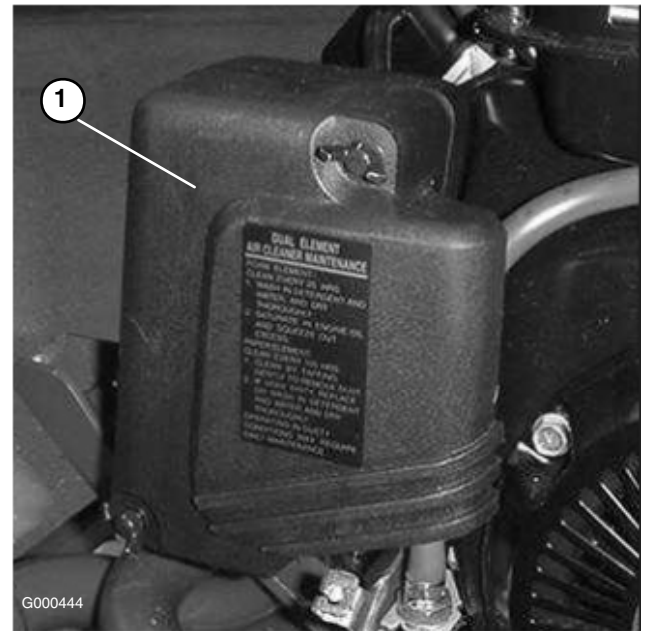

Figure 21
2. Retirez les écrous papillons de fixation du couvercle du filtre à air et déposez le couvercle. Nettoyez soigneusement le couvercle (Figure 21).